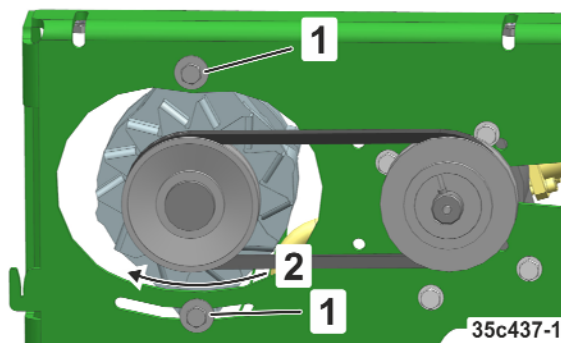

Bild 272
2. Lossa skruvarna (Bild 272/1)
3. Spänn fläktremmen över generatoren (Bild 272/2)